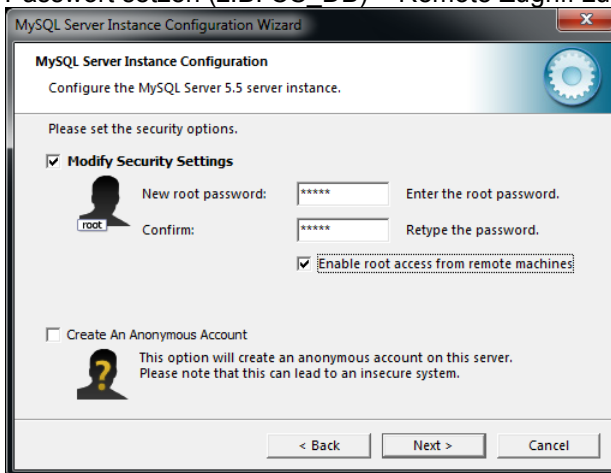

Abbildung 10: Root Passwort
- Geben Sie das Passwort ein und schließen Sie die Eingabe mit Enter ab. Hier muss das Passwort eingegeben werden, dass unter Abbildung 10: Root Passwort eingegeben wurde.